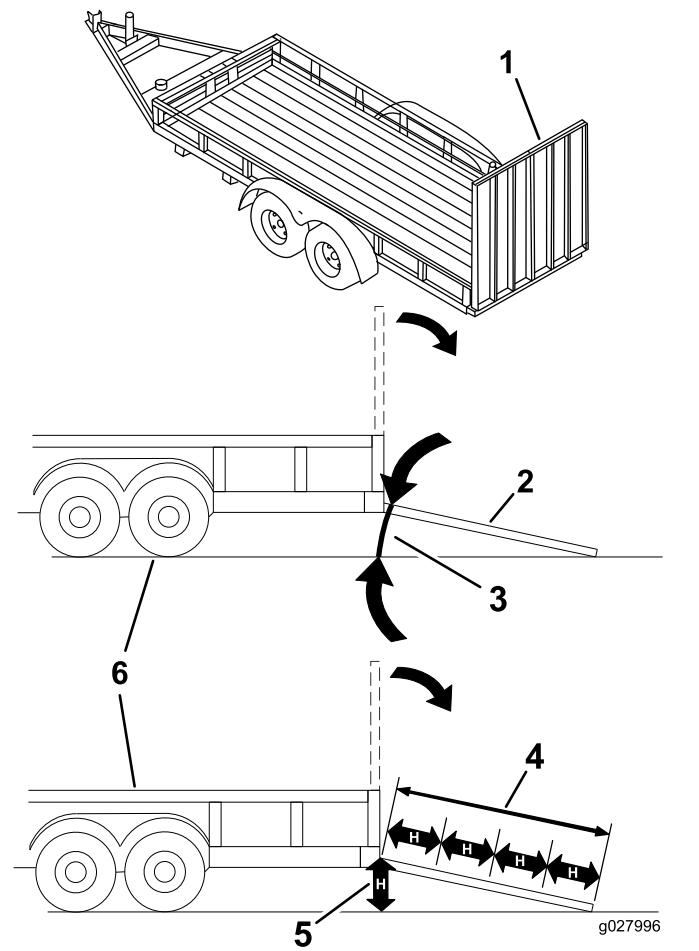

Figure 31
Le chargement d'une machine sur une remorque ou un camion augmente les risques de renversement et peut provoquer des blessures graves voire mortelles (Figure 31).
3. Abaissez la rampe pour que l'angle avec le sol ne dépasse pas 15 degrés (Figure 31).
1. Abaissez la rampe pour que l'angle avec le sol ne dépasse pas 15 degrés (Figure 31).